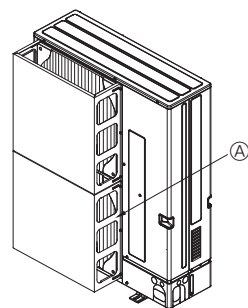

Fig. 2-4
- ② Installare una guida per la bocca di uscita dell'aria opzionale nel caso l'unità venga installata in un luogo dove vento forte causato da tifoni o da fenomeni simili possono penetrare direttamente nella bocca di uscita dell'aria. (Fig. 2-4)